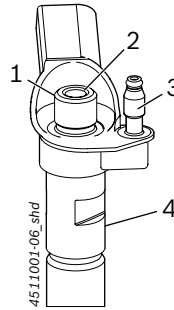

Fig. 7: CRI Piezo
ii Ved de fleste CRI Piezo er den længste side fasen, og dermed den højeste vægtykkelse, på siden af tilbageløbet (Fig. 7, pos. 3).